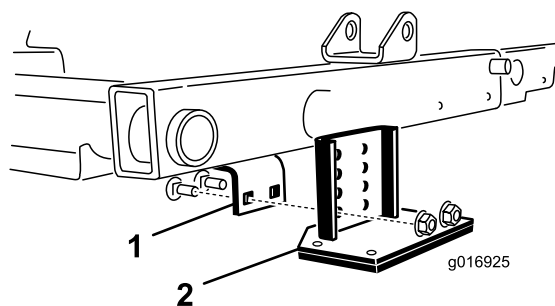

Figure 30
2. Localisez le support de cadre au-dessus de l'unité de coupe centrale (Figure 30).
3. Appuyez sur le rouleau avant de l'unité de coupe centrale et déterminez quels sont les trous du support de basculement qui doivent s'aligner sur les trous du support de cadre pour obtenir le même contact du rouleau quand le support de basculement est monté (Figure 30).
4. Abaissez les unités de coupe et montez le support de basculement sur le cadre au moyen des 2 boulons de carrosserie et des 2 écrous fournis avec le kit (Figure 30).